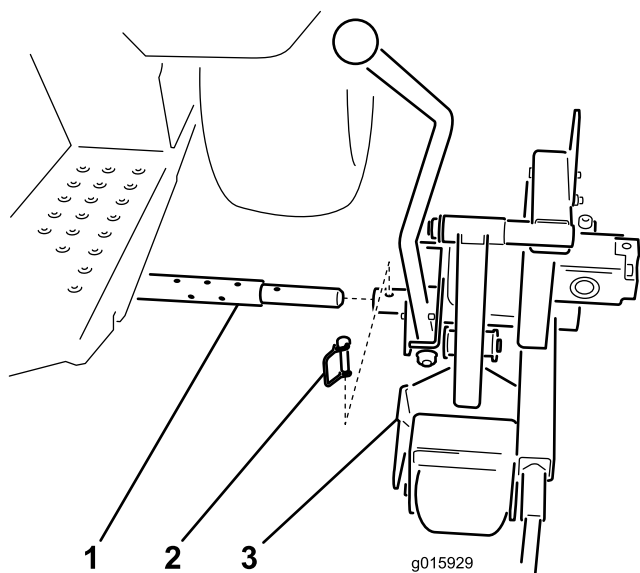

図 5
1. クロスチューブに、カッターヘッドのピボットチューブを通す図 5。
2. カッターヘッドをクロスチューブにヒッチピンで固定する図 5。